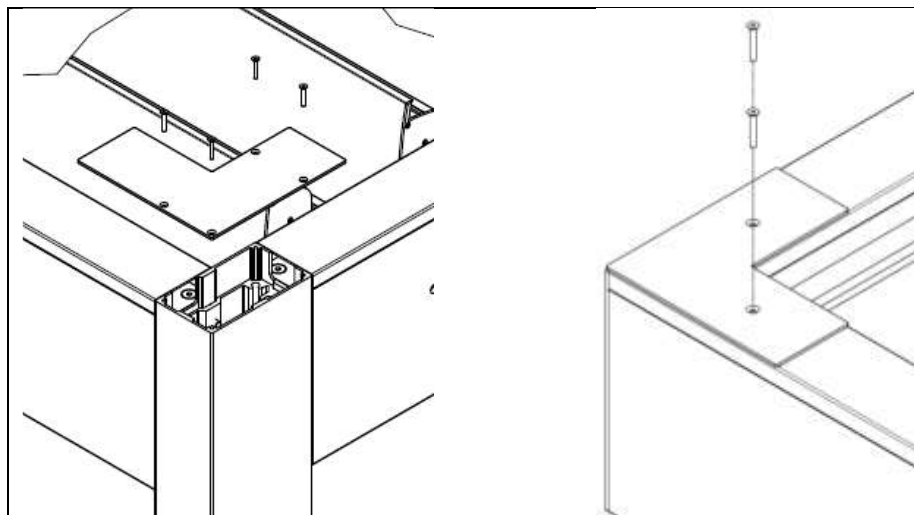

Figure 55
5. Dans les angles de la pergola, appliquer les bouchons d'angle sur la révision. Pour les angles avec poteaux, serrer le bouchon à travers le schéma de trous existant avec 4 vis à tête fraisée M4x25 (Fig.55-gauche).
7. Il est recommandé de dégraisser le dessous de l'embout et d'appliquer un produit d'étanchéité avant l'application. Placer les bouchons d'obturation sur les révisions et ajuster les trous. Serrez par le haut avec des vis à tête fraisée M5x35 avec une douille à six pans creux (Fig. 55-droite). Après le serrage, scellez les têtes de vis avec de scellant.